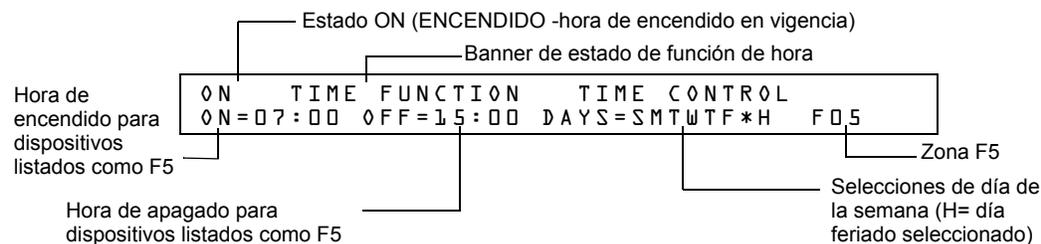

Figura A.4 Ejemplo de lectura de estado para la función Hora
El control de hora está activo para todos los días de la semana listados en F5 o F6. Los días feriados (Holidays) listados en F7 quedan excluidos, a menos que se incluya Holidays (H, días feriados) en la selección de días de la semana de F5 y F6 (como se muestra en la figura A.4). Ingrese las funciones de hora en formato de 24 horas con la hora de apagado (OFF) posterior a la de encendido (ON). Siempre restablezca el panel de control después de cambiar la programación al utilizar el control horario.